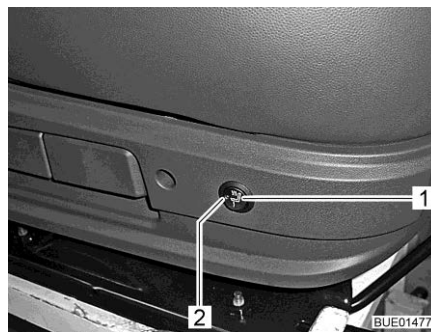

Bild 20 Schalter für Sitzheizung
- Schalter (Bild 20,1) hinten an der linken Seite der Sitzkonsole drücken.
Wenn die Sitzheizung arbeitet, leuchtet die LED (Bild 20,2).
- Schalter (Bild 20,1) in Mittelstellung schalten. Die LED erlischt.